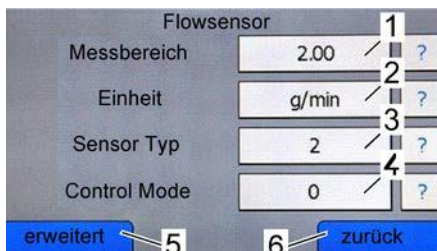

Abb. 106: Menü Flowsensor
⇒ Es erscheint die Anzeige **Flowsensor** (Abb. 106).
2. Mittels dem grauen Wertefeld "Messbereich" (Abb. 106/1) den Messbereich einstellen.
3. Die Werte für „Sensor Typ“, „Einheit“ und „Control Mode“ (Abb. 106/2, /3, /4) dem angeschlossenen Massedurchflußregler entsprechend einstellen.
4. Die Schaltfläche "erweitert" (Abb. 106/5) betätigen.
⇒ Es erscheint das Menü **Flowsensor** (Abb. 106).
8. Die Schaltfläche "zurück" (Abb. 106/6) betätigen.